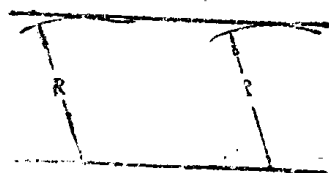

图 2-9 用划规划平行线
1) 用作图法划平行线 在直线两端任意取两点为圆心, 用已知的距离 R 做半径划两圆弧, 作两圆弧的公切线即得 (见图2-9)。